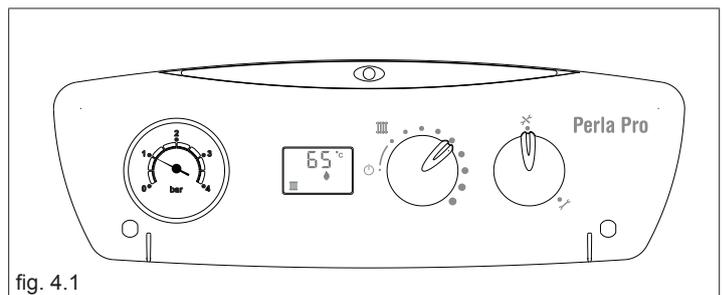

fig. 4.1
**FUNCIÓN INVIERNO (FIG. 4.1):** girando el selector de función a la zona marcada con puntos, la caldera proporciona agua caliente de calefacción.